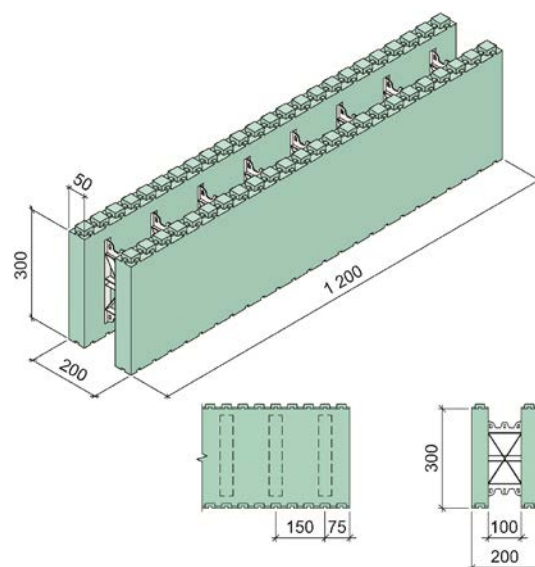

Fig. 4
Thermomur 200 standard blokk er vist i fig. 4. Vangene holdes sammen av bindere i plast (PE).